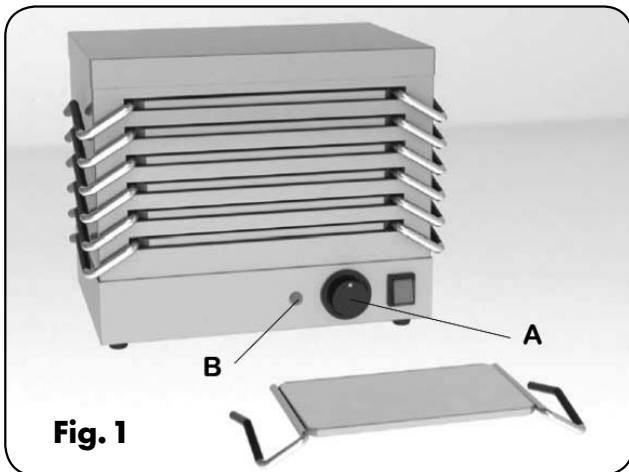

Fig. 1
2. Stel de thermostaat (A fig.1) in op de gewenste temperatuur. Het controlelampje (B fig.1) gaat branden en gaat uit als de ingestelde temperatuur is bereikt.
1. Zet de thermostaat (A fig.1) in stand "0", en controleer of de controlelampje (B fig.1) is gedoofd.